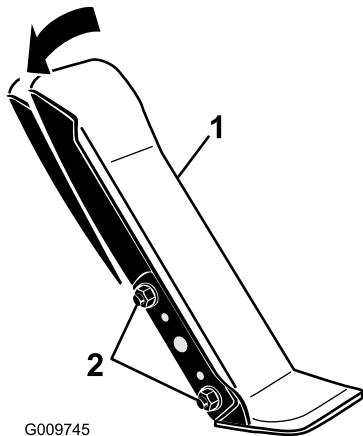

Figura 80
1. Afloje las dos tuercas y pernos que fijan el lado izquierdo del pedal de tracción al soporte (Figura 80).
2. Ajuste el ángulo del pedal y apriete las tuercas (Figura 80).